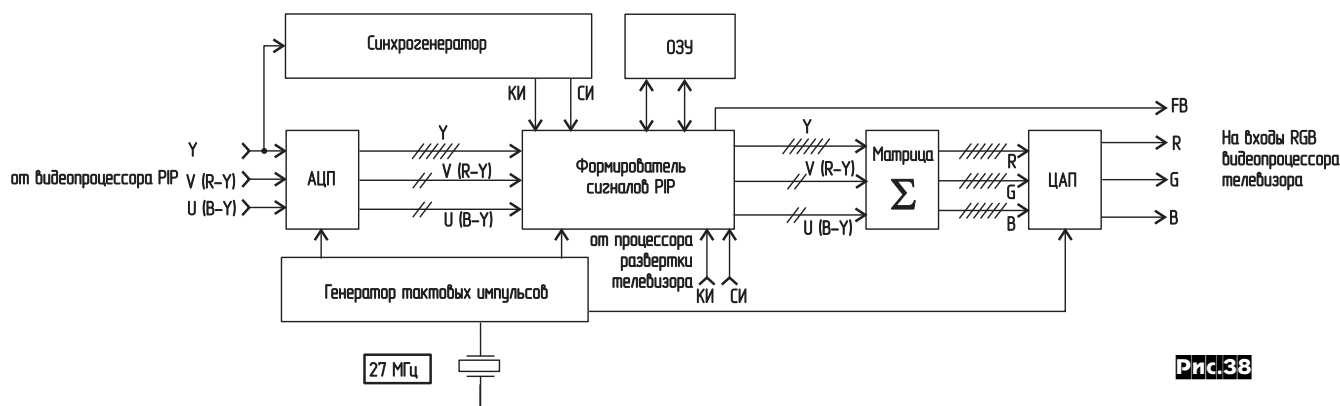

Рис. 38
Тюнер, радиоканал, видеопроцессор и декодеры цветности схемы PIP особых отличий от обычных схем не имеют. Поэтому рассматривать их не будем. На рис. 38 показана упрощенная функциональная схема блока PIP без перечисленных выше блоков. На входе этого блока стоит аналоговый преобразователь (АЦП). На АЦП
последнем случае в схему вводятся коммутаторы (мультиплексоры), обеспечивающие коммутацию входных и выходных сигналов АЦП. Тактовая частота, равная частоте выборки, для трех АЦП равна 13,5 МГц, а для схемы с одним АЦП - обычно 27 МГц. При этом обычно предполагается, что четкость черно-белого изображения в четыре раза выше, чем цветного. Это значит, что полоса частот яркостного сигнала (Y) в четыре раза больше, чем каждого из цветоразностных (R-Y и B-Y). Это позволяет уменьшить разрядность цветоразностных сигналов. Разрядность оцифрованного яркостного сигнала 5 или 6, а каждого цветоразностного сигнала 2. Каждый разряд оцифрованного сигнала в параллельном коде - это один соединительный проводник. В принципиальных и функциональных схемах импортных аппаратов для уменьшения количества линий вместо нескольких проводников (шины) иногда изображают только один, перечеркнутый несколькими наклонными отрезками прямой. Количество этих отрезков показывает, сколько проводников содержит данная шина. Этими обозначениями воспользовались и мы на рис. 38.
образуются в матрице (рис. 38) в цифровые сигналы основных цветов R, G и B. Преобразование этих сигналов в аналоговые RGB-сигналы происходит в выходных аналого-цифровых преобразователях (АЦП). Эти сигналы с выхода АЦП поступают на RGB-входы видеопроцессора телевизора. Для коммутации RGB-входов используется сформированный в схеме PIP бланкирующий сигнал FB.
Выше мы отметили, что на АЦП от видеопроцессора схемы PIP вместо яркостного сигнала (Y) и цветоразностных (R-Y и B-Y) могут подаваться сигналы основных цветов R, G и B. В этом случае многие «хитрости», о которых мы говорили, отпадают, а объем ОЗУ схемы PIP возрастает минимум на треть. Обработка всех трех RGB-сигналов происходит так же, как это описано ранее для яркостного сигнала, а в состав схемы PIP не входит матрица, которая в предыдущем устройстве (см. функциональную схему рис.38) использовалась для получения RGB-сигналов.
Различными фирмами выпущено множество микросхем для реализации функции PIP в аналоговых и цифровых телевизорах. Схемотехника этих микросхем постоянно совершенствуется, а количество микросхем необходимых для реализации функции PIP постоянно уменьшается. Их даже начали делить на поколения. Например, можно встретить название: «процессор (контроллер) PIP третьего поколения». Это значит, что все то или почти все то, что мы изобразили на рис.38, иногда включая ОЗУ, находится внутри этого самого «процессора PIP третьего поколения». Таким процессором является микросхема SDA9288 фирмы SIEMENS.